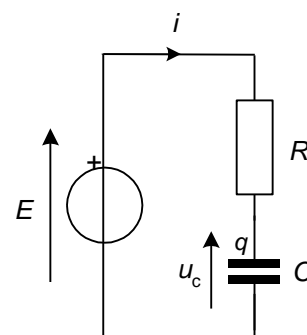

Figure 1
1. Donner la relation qui lie l'intensité instantanée $i(t)$ du courant électrique qui circule dans le dipôle (R,C) à la charge instantanée $q(t)$ de l'armature du condensateur notée sur la figure 1, puis à la tension $u_C(t)$.